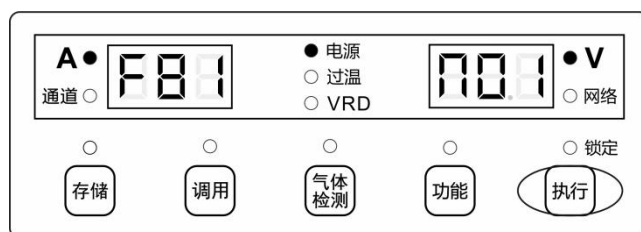

图 3-13 非锁定界面
2. 长按**执行**键，锁定指示灯熄灭，退出普通锁定，恢复到非锁定状态，如图 3-13 所示。